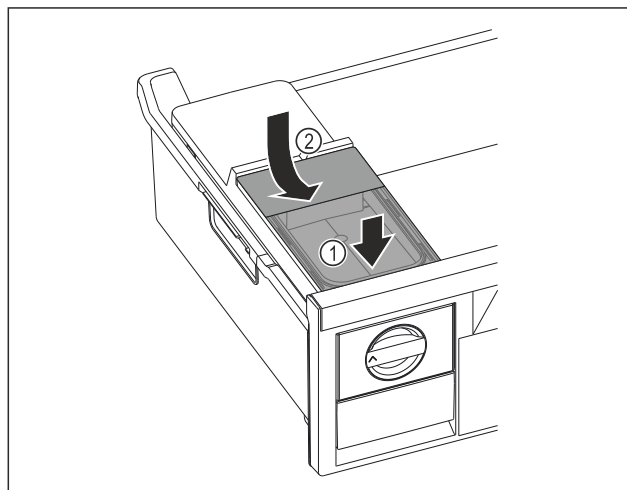

Fig. 162
- Elöl tegye fel a víztartályt. Fig. 162 (1)
- Hátról engedje le a víztartályt. Fig. 162 (2)